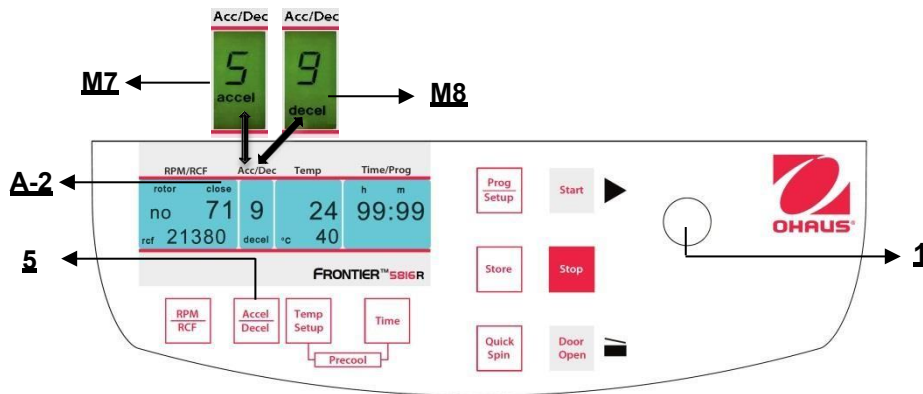

Figura 21
Questa funzione è attivata mediante il tasto "**Accel/Decel**" (5) (fare riferimento alla figura 21).